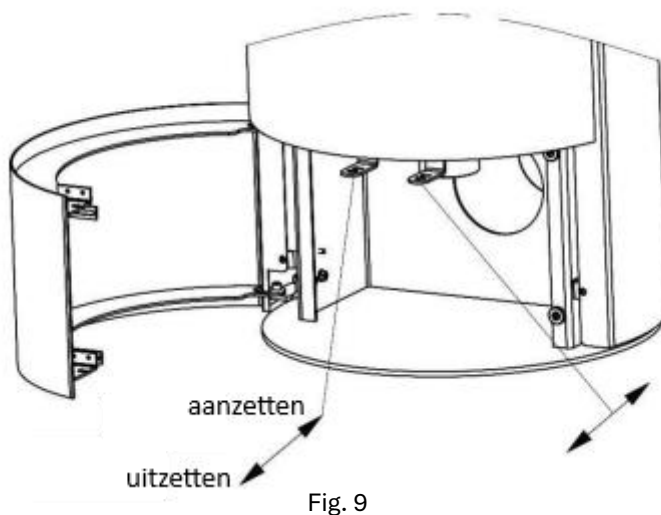

Fig. 9
3. Nadat het hout volledig is ontstoken, na ongeveer 2 minuten, sluit u de klep op de juiste manier volgens de richting van de pijl, afhankelijk van de behoefte, zoals weergegeven in fig. 9.